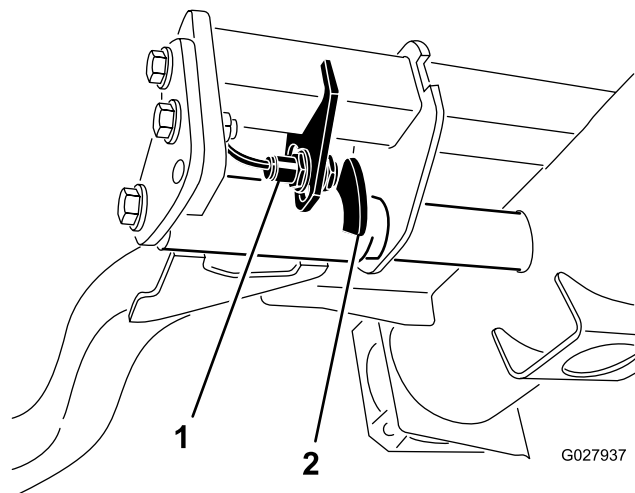

図 30
2. 昇降アームのスイッチは、油圧のメインタンクの下にある右前昇降アームの後ろ側に装着されている 図 30。
3. スwitchの取り付けねじ 図 30 をゆるめ、スイッチの位置を下げると、昇降アームの旋回高さが高くなり、上げると、昇降アームの旋回高さが低くなる。